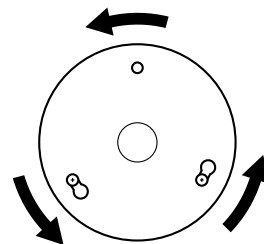

Figure 7b – Montage du boîtier d'interrupteur supérieur
4. Faites tourner le boîtier d'interrupteur supérieur dans le sens inverse des aiguilles d'une montre jusqu'à ce que les vis d'assemblage se trouvent complètement contre le côté étroit des trous piriformes comme indiqué à la figure 7b. Installez la vis d'assemblage de boîtier n°6-32 X 3/8 po (9,5 mm) qui reste dans le troisième trou dans le boîtier d'interrupteur supérieur. Serrez bien les trois vis.